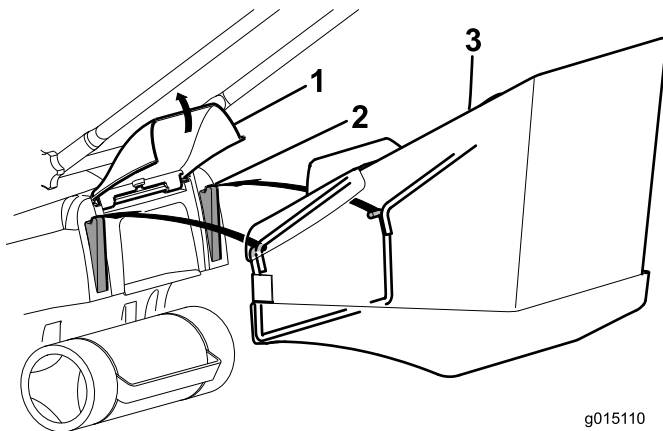

Figura 15
2. Sujete la puerta trasera e instale el recogedor sobre las orejetas (Figura 15).